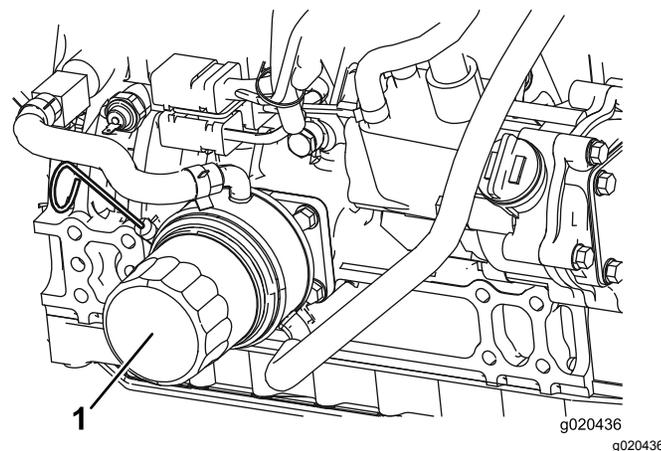

Figura 60
2. Retire o filtro do óleo (Figura 60).